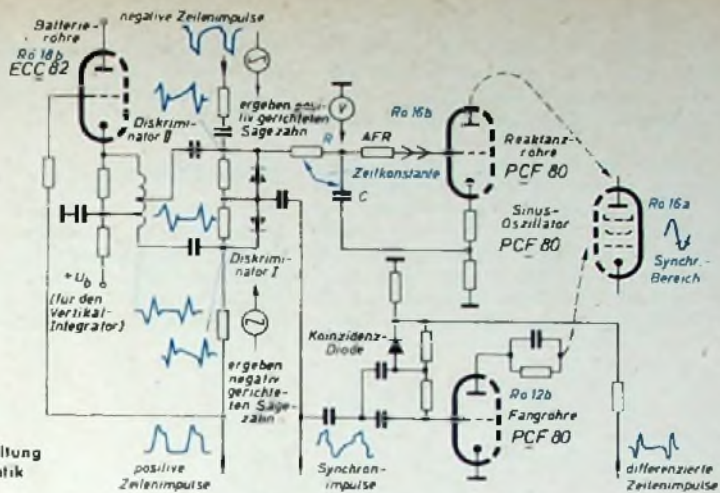

Bild 5. Prinzipschaltung der Zeilenautomatik
In der „Luxus“-Klasse von Philips findet man ferner eine Zeilenautomatik mit Phasendiskriminator, zusätzlichem Frequenzdiskriminator und Fangstufe. Der Zeilen-Synchronisationsregler kann entfallen. Auch bei größten Frequenzablagen sind die Geräte dieser Klasse eurovisionsicher. Bild 5 zeigt die Prinzipschaltung dieser Automatik. Solange der Fernsehsender genau auf der Soll-Zeilenfrequenz arbeitet, ist der Empfänger normal mit asymmetrischem Phasendiskriminator (I) in Betrieb. Bei größeren Abweichungen wird die Automatik wirksam. Die Fangröhre ist im nichtsynchronisierten Zustand entsperrt. Da an ihrer Anode der Schwingkreis des Sinus-Oszillators liegt, wird dieser dann in Direktsynchronisation mitgenommen und dadurch zunächst Synchronismus erreicht. In diesem Augenblick wird aber die Koinzidenz-Diode lei-